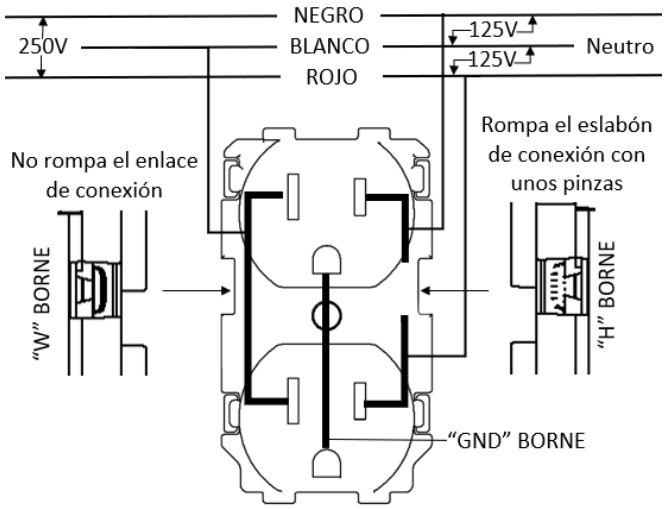

Fig. 6
- For split circuit applications, break off “H” (Hot or Line) tab. See Fig. 6.
- 2. Pour les applications à circuit fractionné, briser la patte "H" (Vivant ou Ligne). Consulter la Fig. 6.
- 2. Para aplicaciones de circuito dividido, rompa la pestaña "H" (Vivo o Línea). Consulte Fig 6.